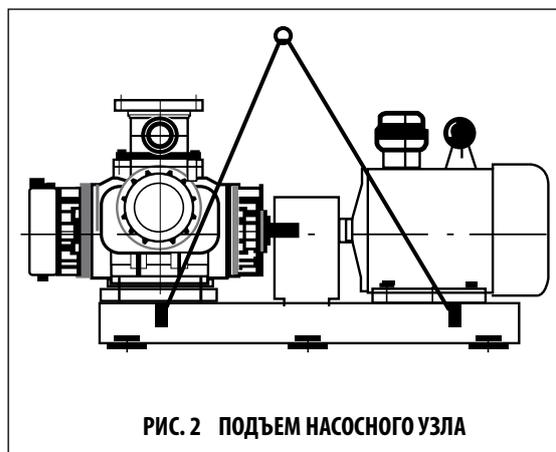

РИС. 2 ПОДЪЕМ НАСОСНОГО УЗЛА
3. При подъеме насосного узла (с двигателем) цепь должна быть прикреплена к крюку на плите основания. Убедитесь в том, что не будут повреждены трубопроводы и присоединенное вспомогательное оборудование. См. рис. 2 для справки.